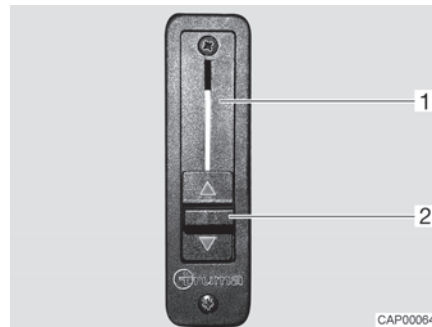

Fig. 8 Regolatore a scorrimento per l'impostazione riscaldamento
- Spingere completamente verso l'alto il regolatore a scorrimento (Fig. 8,2). L'impostazione riscaldamento (Fig. 8,1) è aperta. Il riscaldamento dell'abitacolo riscalda anche il parabrezza.
- Spingere completamente verso il basso il regolatore a scorrimento (Fig. 8,2). L'impostazione riscaldamento è chiusa. Il riscaldamento dell'abitacolo e quello del veicolo di base sono separati l'uno dall'altro.